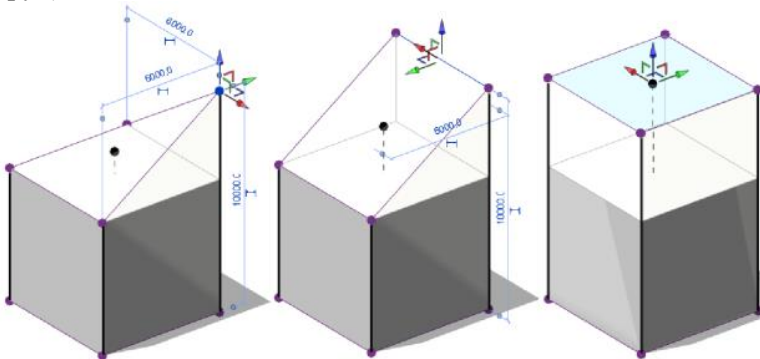

Рисунок 13.2 – Редагування «формотворного елемента» - перенесення вершини, ребра або площини за допомогою інструменту «Гізмo»
Інструмент «Гізмо» - значок, що відображає кольорові осі X, Y, Z і площини між ними - XOY, XOZ, YOZ. Дозволяє зафіксувати напрям або площину для виконання деяких операцій (наприклад, перенесення). Значок активується при виборі об'єкта (наприклад, вершини, ребра або грані). Фіксації напрямку / площині здійснюються при наведенні курсору на вісь (помаранчеву, червону або синю) або на значок площині (квадратний куточок між парами осей - синій, помаранчевий і зелений). Операція переміщення здійснюється під час натискання ліва кнопка «мишки» (рис. 13.2).
8. При виборі вершин, ребер, граней (рис. 13.2) активуються
Команда «Просвічування» (контекстна панель «Елемент форми »). Вкл. / Вимк. «Каркасний» режим відображення з виділенням керуючих вузлів (рис. 13.2).